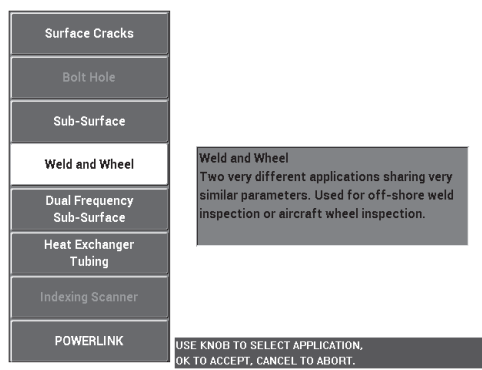

図 5-31 溶接部とホイール用アプリケーション
- 設定メニューキー () を一度押し、続いて**アプリ選択** (A キー) を選択してアプリケーション選択メニューを開きます。ノブを使って**溶接部 / ホイール 1** を選択し、 を押してそれを適用します (151 ページの図 5-31 を参照)。